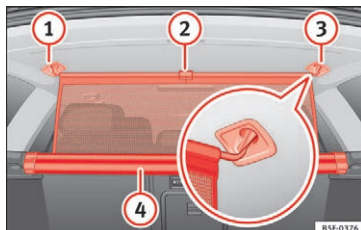

Fig. 167 I bagagerummet: montering af netskillevæg
- Træk tappet »» **Fig. 167** **2** opad for at tage netskillevæggen ud af huset **4**.